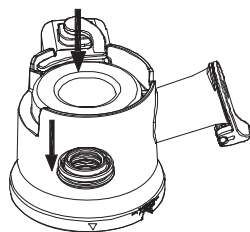

Fig 12a
- Capovolgere la ciotola per spremitura per facilitarne l'uso. Spingere fuori l'anello di sigillo con il pollice (Fig 12a) e pulirlo con acqua.